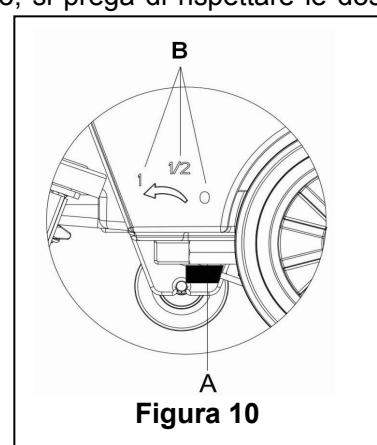

Figura 10
**La regolazione della manopola della valvola di flusso (A, Figura 10) deve essere fatta quando l'interruttore (41) è in posizione "O".**
12. il volume del flusso d'acqua può essere regolato per mezzo della manopola della valvola di flusso (A, Figura 10) in base alla quantità d'acqua effettivamente necessaria alla pulizia del pavimento.